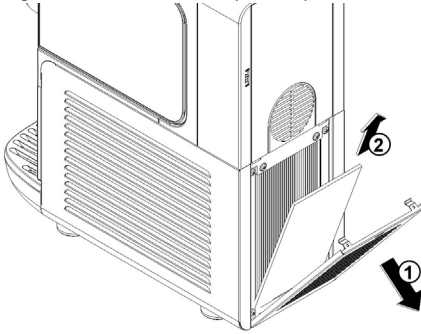

**Bild 18**
**3** Monatlich: Überprüfen Sie, ob die Sechskantdichtung nicht abgenutzt ist. Wenn dies der Fall ist, ersetzen Sie die Verbindung selbst durch ein Originalersatzteil des Herstellers. (Bild 18).